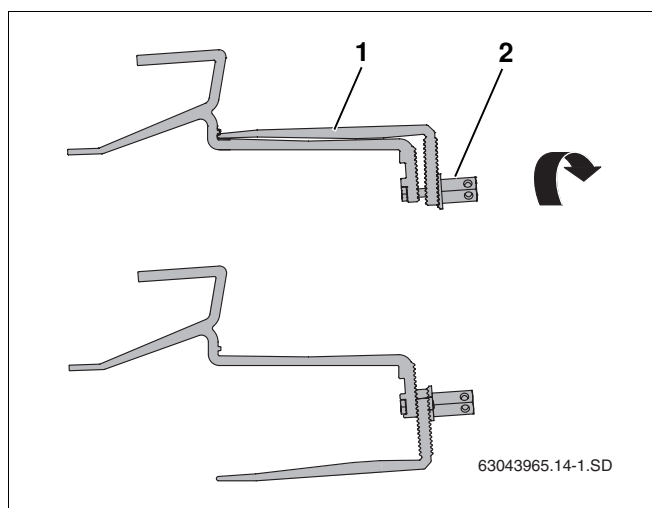

Fig. 12 Retourner la partie inférieure du crochet de fixation
- ▶ Desserrer l'écrou long à tête hexagonale (fig. 12, **pos. 2**) sur le crochet et placer la partie inférieure du crochet (fig. 12, **pos. 1**) en bonne position.